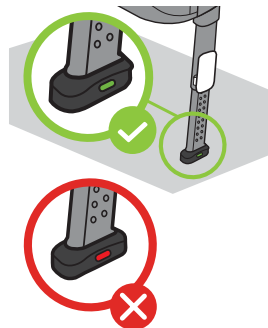

Figura 65
- Confirme que el indicador de presión del pie de carga haya cambiado de rojo a verde, como se muestra en la **Figura 65**. Si el indicador permanece rojo después de que el pie de carga se haya ajustado en su posición, extienda el pie de carga una posición más para aumentar el contacto entre el piso del vehículo y el pie de carga.